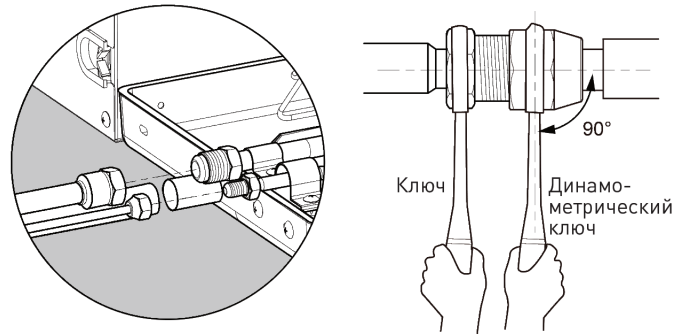

Рис. 3.4.1
- 5) Для затягивания накидной гайки на внутреннем блоке используйте динамометрический ключ (см. Рис. 3.4.1).